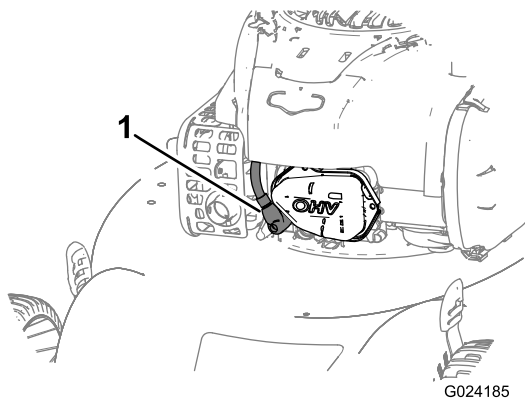

Figura 16
2. Staccate il cappello dalla candela (Figura 16) prima di eseguire interventi di manutenzione.